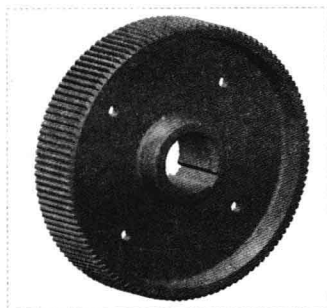

图 9-53 图形文件
Step01 按【Ctrl+O】组合键，打开图形文件，如图 9-53 所示。